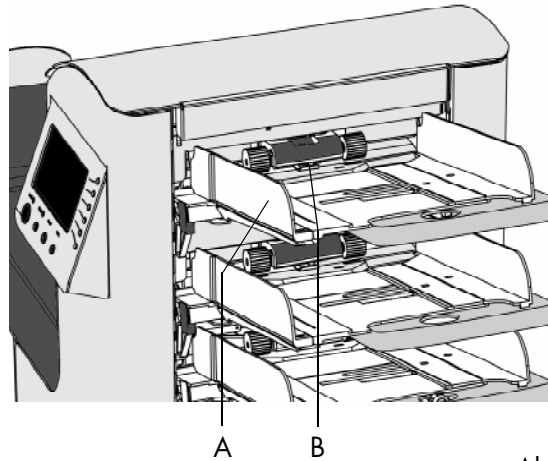

Abb. 15
- Die Formularablage unterhalb der Führung A (Abb. 15) ansetzen.
Linke Seitenführung A (Abb. 15) nach unten klappen. Die Zuführrollen werden automatisch angehoben.